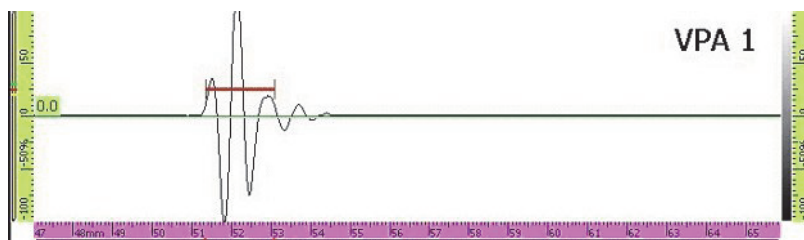

Рис. 7-6 Строб А на сигнале от металлического шарика
7. С помощью кнопок параметров **Начало** и **Ширина** установите строб А поперек сигнала, как показано на Рис. 7-6 на стр. 198.